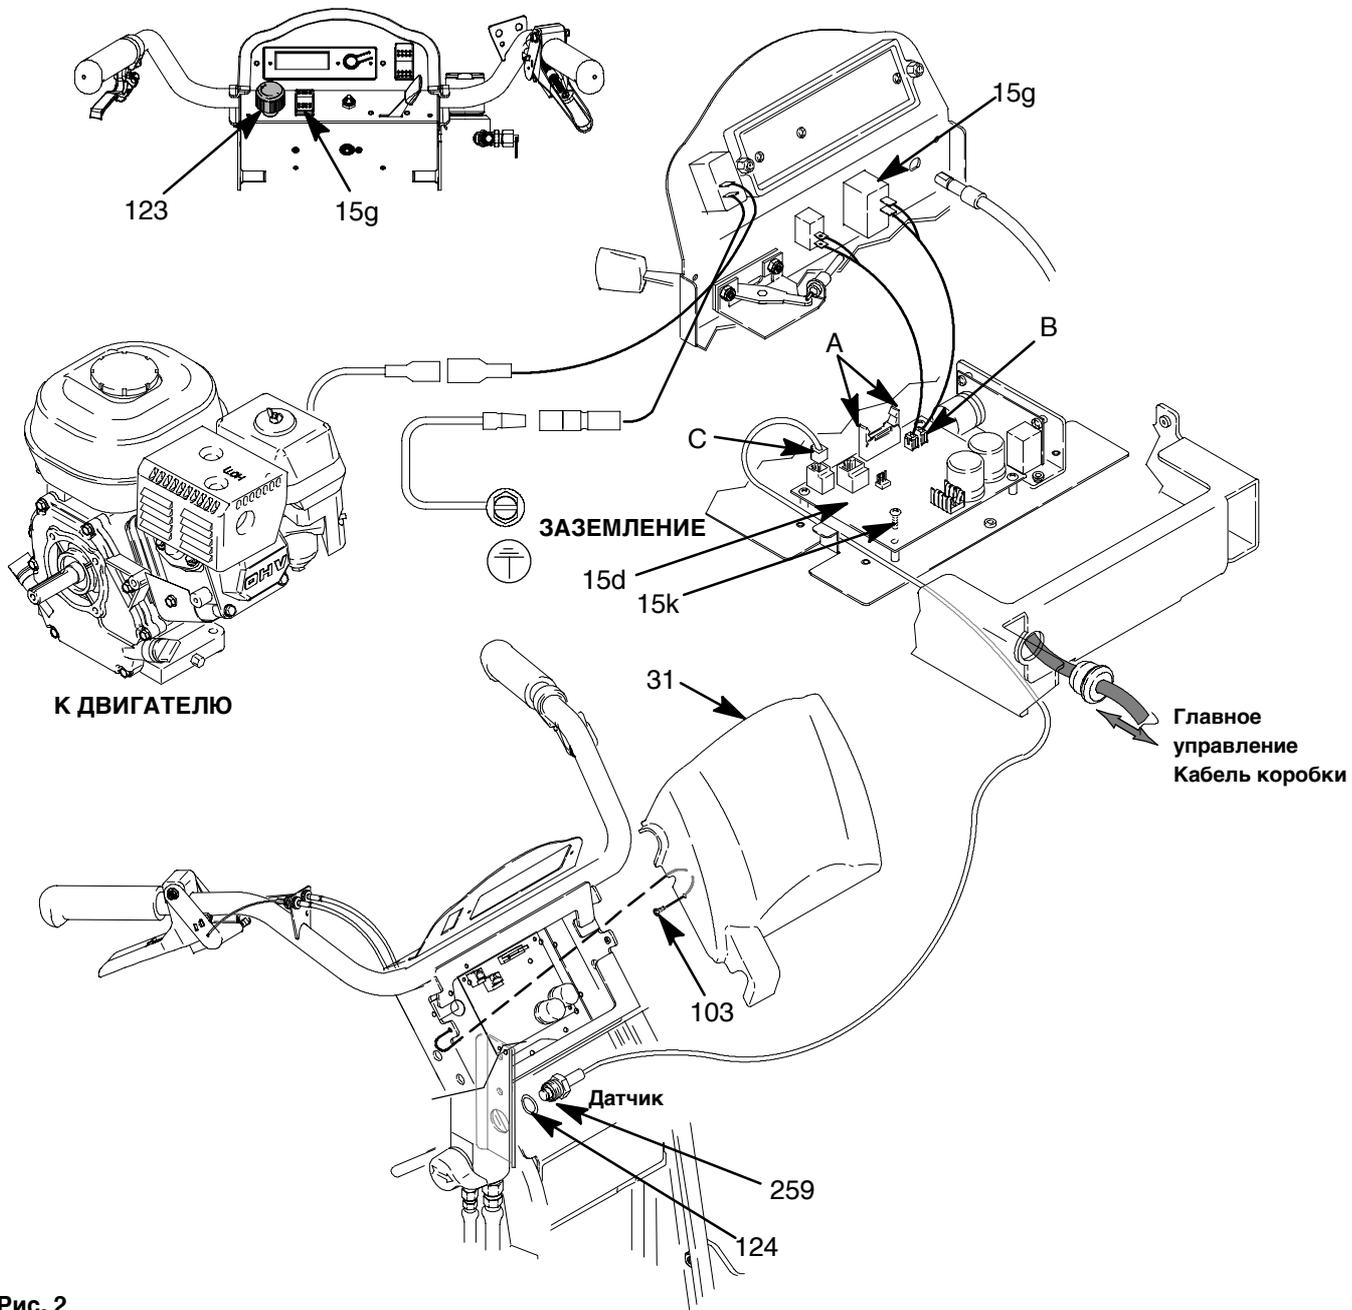

Рис. 2
2. См. Рис. 2. Выкрутите два винта (103) и снимите крышку (31).
1. См. Рис. 2. Установите новый выключатель (15g) так, чтобы его стопорные выступы зафиксировались в установленном месте внутри корпуса регулятора давления.
4. Установите крышку (31) и закрепите двумя винтами (103).
1. См. Рис. 2. Установите пульт управления (15d) и закрепите четырьмя винтами (15k). Затяните с усилием в 11,86 – 12,99 Нм.
4. Извлеките датчик регулятора давления (259) и уплотнительное кольцо (124) из корпуса фильтра.
1. См. Рис. 2. Установите уплотнительное кольцо (124) и датчик регулятора давления (259) в корпус фильтра. Затяните с усилием в 47,45 – 61 Нм.
3. Установите крышку (31) и закрепите двумя винтами (103).